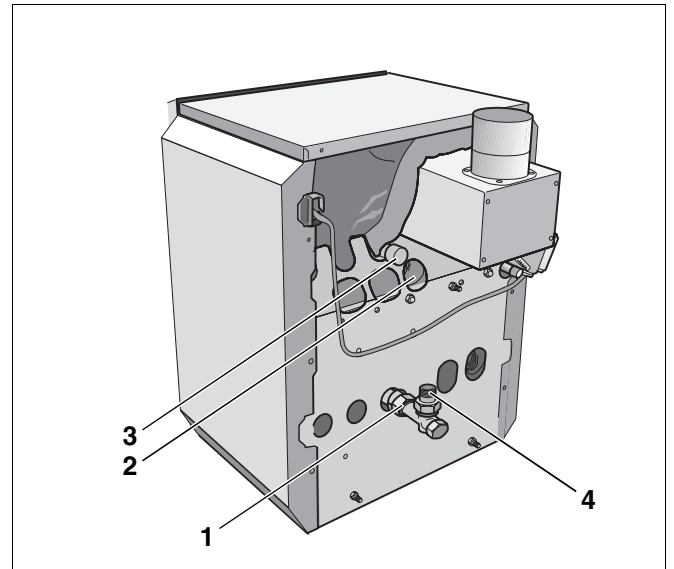

Abb. 12 Anschlüsse Logano G124/G124 V
- Heizungsrücklauf immer am Übergangsstück G1¼ auf R1 (Abb. 12, **Pos. 4**) anschließen.
- Heizungsvorlauf am Vorlaufanschluss des Heizkessels VK (Abb. 12, **Pos. 3**) anschließen.
- Vorlauf eines Warmwasserspeichers am Anschluss VS (Abb. 12, **Pos. 2**, Seite 19) anschließen.